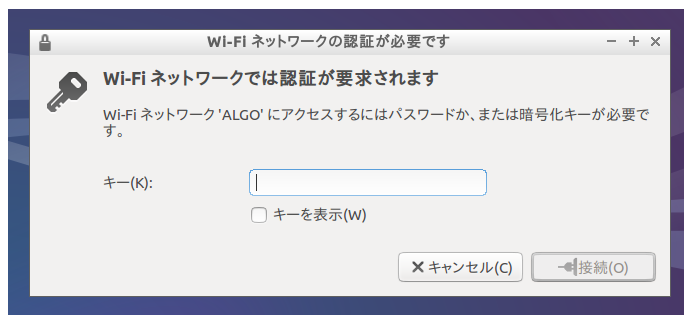

図 2-5-2. キー入力画面
- ② 図 2-5-2 のようなキー入力画面が表示されます。キーを入力し、[接続]を押してください。